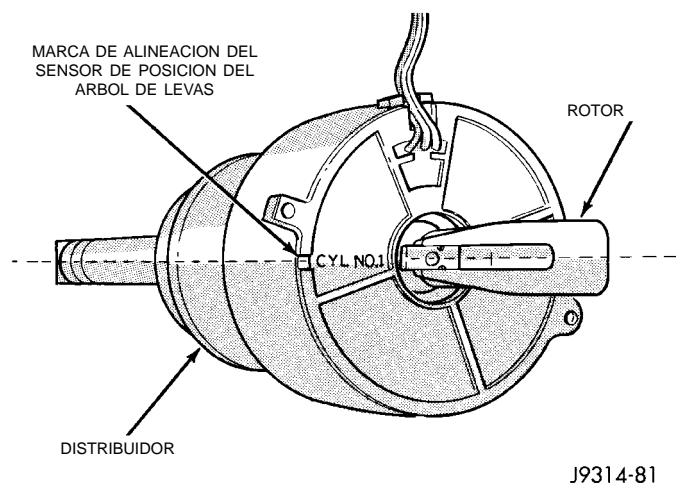

Fig. 34 Marca de alineación del rotor—Motores de 5.2L/5.9L
(10) El rotor del distribuidor debe quedar alineado respecto de la marca de alineación del CILINDRO N° 1 (estampada), en el sensor de posición del árbol de levas (Fig. 34). Si no lo está, gire el cigüeñal otra vuelta completa de 360 grados. Tome nota de la posición del cable de la bujía del cilindro N° 1 (en la tapa) respecto del rotor. El rotor debe quedar alineado respecto de esa posición.
CILINDRO N° 1, en el sensor de posición del árbol de levas (Fig. 34).